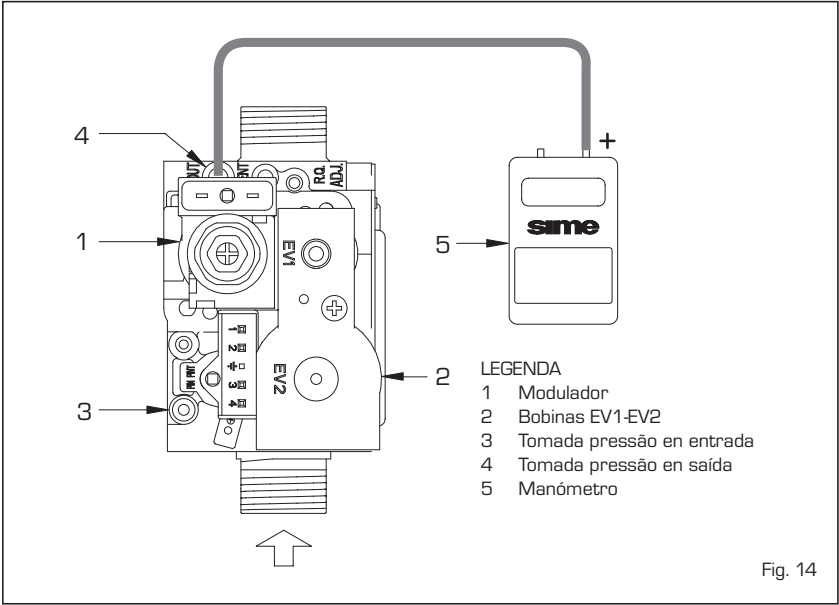

Fig. 14
A caldeira é fabricada de série com a válvula de gás modelo SIT 845 SIGMA (fig. 14) calibrada para dois valores de pressão: máxima e mínima que correspondem, em função do tipo de gás, aos valores indicados na **Tabela 2**. A calibragem da pressão do gás para os valores máximo e mínimo é efectuada pela SIME: portanto desaconselha-se a sua modificação.
- Ligar a coluna ou um manómetro diferencial como indicados na fig. 14.
- Retirar a tampa em plástico do modulador (1).
- Usando uma chave fixa de ø 10, rodar a porca (3) procurando o valor da pressão